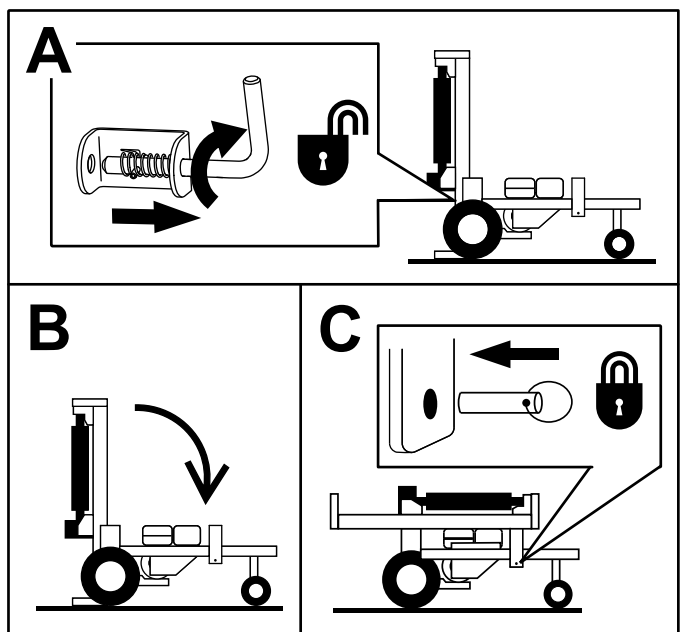

Figura 11
1. Gire la palanca de bloqueo vertical a la posición de abierto (Figura 11).
2. Gire cuidadosamente el riel a la posición horizontal (Figura 11).
3. Instale el pasador de bloqueo para inmovilizar el riel (Figura 11).